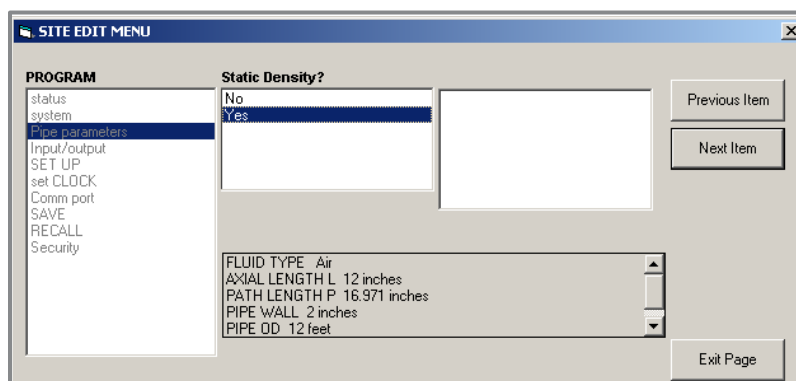

Рисунок 41: Меню «Site Edit» (Редактирование объекта) с текущими настройками
2. Выберите вкладку **Others** (Другое) и откройте выпадающий список для PRIMARY_SELECTOR и SECONDARY_SELECTOR (см. рис. 41 на стр. 99).
3. Выберите из списка единицу измерения (см. рис. 41 на стр. 99).